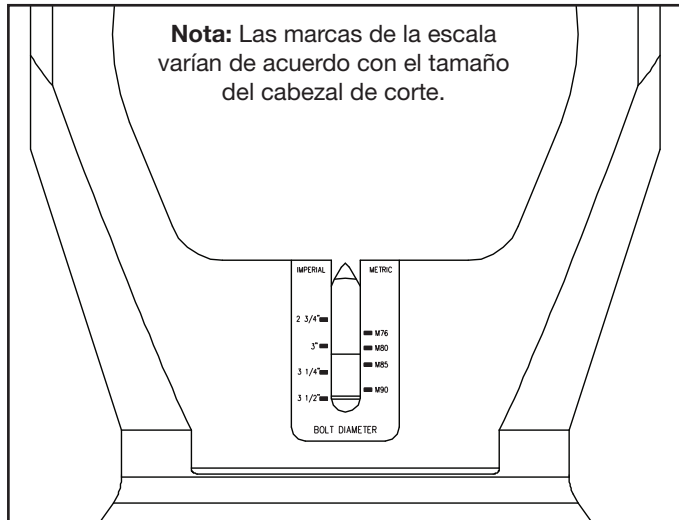

Figura 5. Escala de profundidad de corte de la cuchilla
4. Gire el cabezal cortante hasta que la línea del marcador rojo en el soporte de cuchilla esté alineada con la línea del marcador de tamaño del tornillo de la escala. Véase la figura 5.